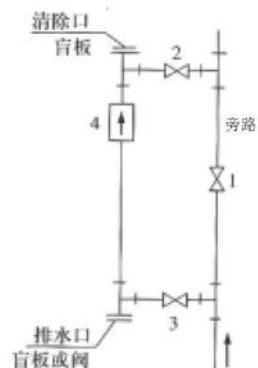

图 4-9 便于清洗管道的连接方式
- (3) 对于液固两相流体，最好采用垂直安装，使被传感器衬里磨损均匀，延长使用寿命。
- (4) 不管是水平安装或是垂直安装，在连续生产的工艺管道上，为了不影响生产，便于仪表维修拆装，传感器尽可能采用与原先主工艺管道并联安装（旁路管）的方式，特别对有严重污染要经常清洗的液体。图 4-9 是传感器不卸下，在线清洗的安装实例。
- (5) 直管段长度最佳为流量计前  $>10\text{DN}$ ，后端  $>5\text{DN}$ ，当现场工况不允许时，最少满足前端  $>5\text{DN}$ ，后端  $>2\text{DN}$ 。